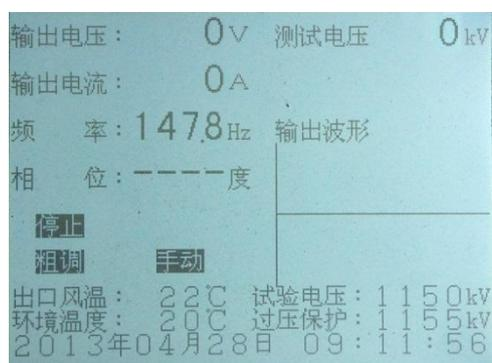

图 18 变频电源装置工作界面 2
6.7.3.3 当高压测量连接时则自动进入工作界面 2，见图 18。